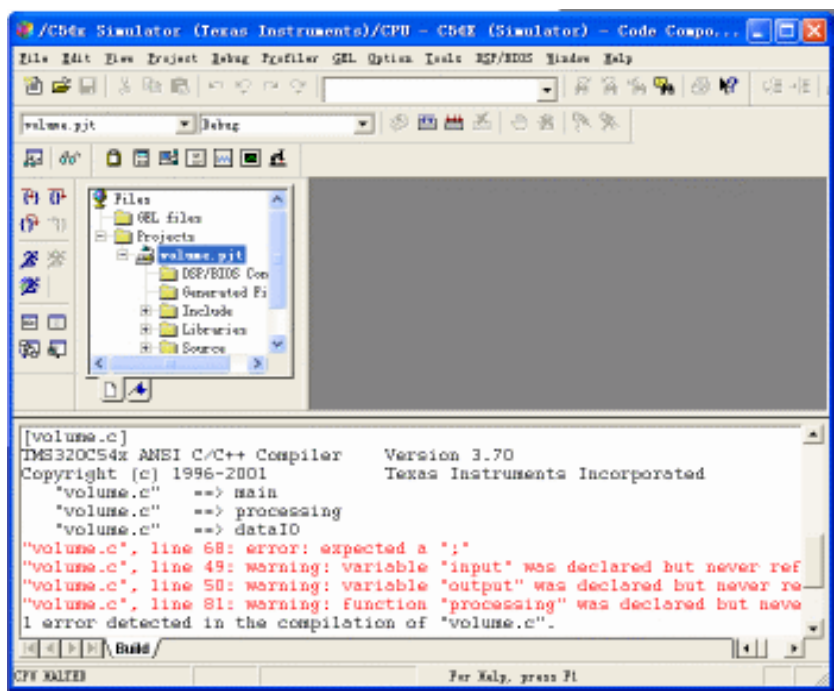

图 1-6 编译信息显示窗口
(3) 单击 **OK**，保存新的设置选项。
(4) 选择 **Project Rebuild All** 或单击 （Rebuild All）按钮（项目文件改变时需要重新编译所有文件）。
(5) 一个编译信息显示文件中包括编译错误，单击 **Build** 栏并移动 **Build** 栏中的滚动条，将会看到出现了一个语法错误，如图 1-6 所示。
(6) 双击红色文本行，该行指明了语法错误的位置（line 68）。此时 **volume.c** 源文件被打开了，并且光标停留在下面这一行上：